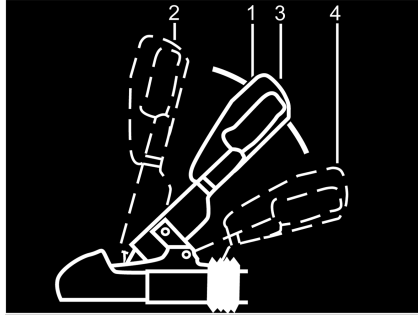

Fig. 1 Accouplement de sécurité WS 3000 D
- Tirer la poignée d'attelage (Fig. 1,1) vers le haut en position "ouvert" (Fig. 1,2). L'accouplement de sécurité est ouvert.
- Poser l'accouplement de sécurité ouvert sur la rotule d'attelage du véhicule tracteur et lâcher la poignée d'attelage. La poignée glisse d'elle-même en position initiale (Fig. 1,3).
- Activer l'installation du dispositif de stabilisation. Appuyer la poignée d'attelage en position fermée (Fig. 1,3) jusqu'à la butée vers le bas (Fig. 1,4).
Pour éteindre le dispositif de stabilisation, p. ex. pour manœuvrer, tirer lentement la poignée d'attelage (Fig. 1,1) vers le haut jusqu'à la position fermée (Fig. 1,3).